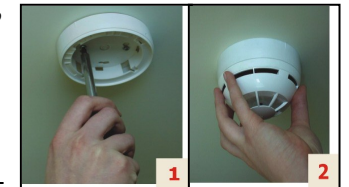

Figura 5 - Collocazione del rilevatore
2) Installare e fissare la base nel punto scelto con le viti in dotazione (figura 5 e 6).
3) Inserire il rilevatore nella base (figura 5)